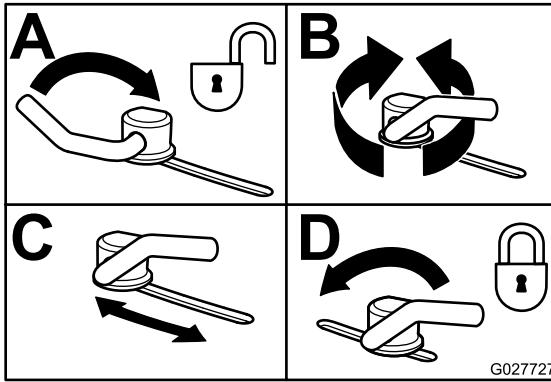

Figura 37
3. Para ajustar los bloqueos de leva, levante la palanca para aflojar el bloqueo de leva (Figura 37).
- Devuelva la palanca a su posición original para apretar el deflector y los bloques de leva (Figura 37).